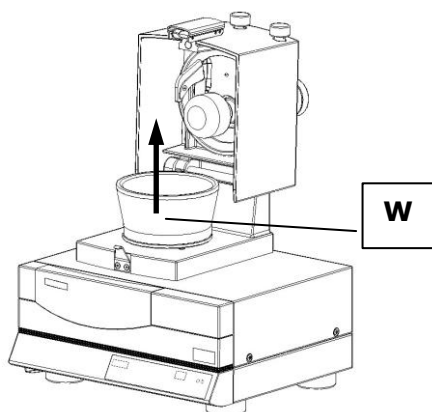

Рис. 2
- Извлечь ступку **W**, **рис. 2**